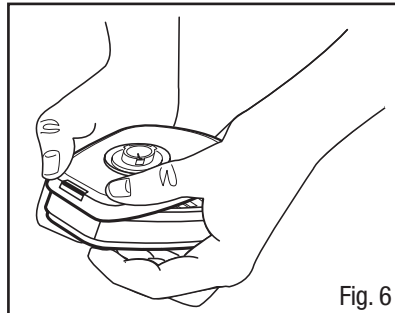

Fig. 6
2. Enfoncer l'encoche arrière de la même façon, en plaçant les pouces et les doigts de la même manière. Un déclic se fait entendre lorsque chaque languette est enclenchée (Fig. 6).